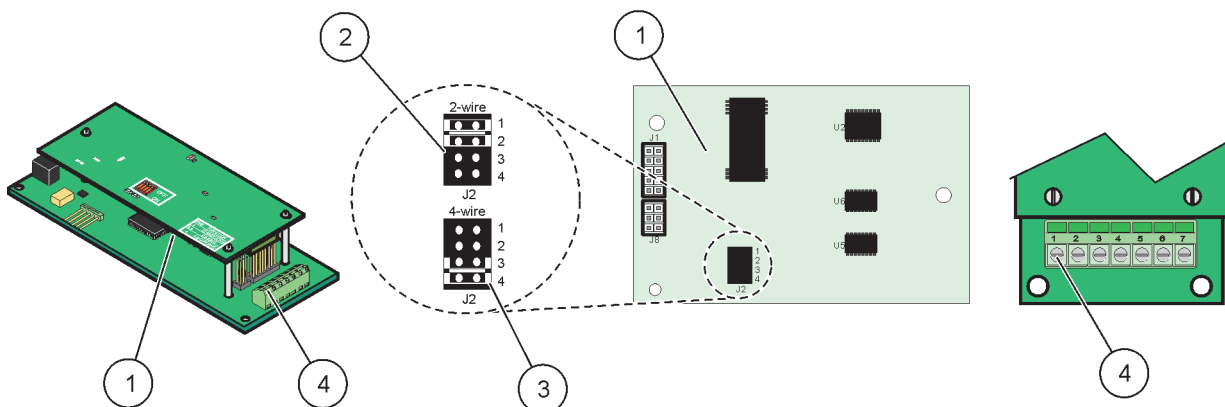

Bild 24 Modbus RS485 (YAB021) Kartenanschlüsse
4. Führen Sie das Kabel durch den Modulboden und legen Sie jeden Draht ordentlich auf die Klemme entsprechend Bild 24/ Tabelle 7.